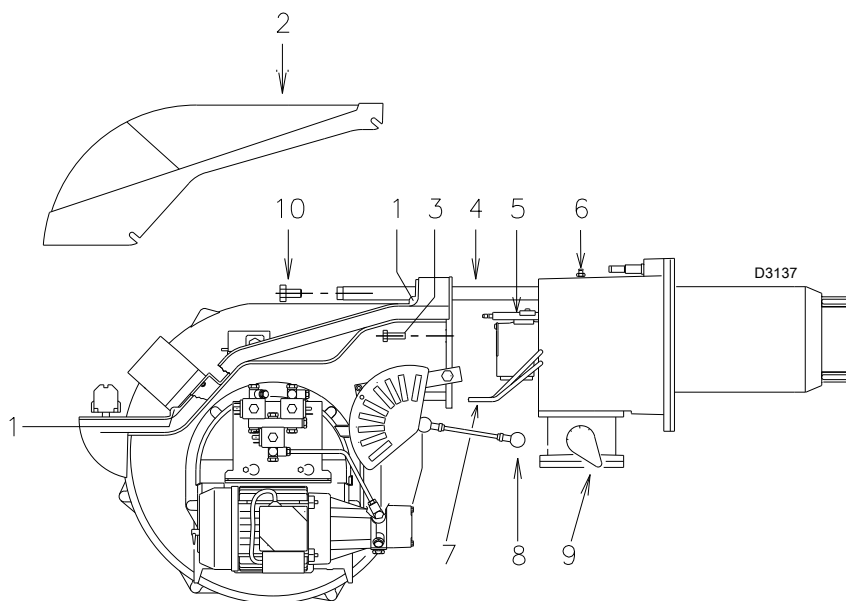

图 44
- ▶ 松开螺丝 1)，取下保护罩 2) (图 44)；
- ▶ 断开轻油管路 7) (图 44)。
- ▶ 拆下螺丝 3)，将燃烧器沿滑轨 4) (图 44) 向后拉出约 100mm。
- 此时，在拆下螺丝 6) (图 44) 后可以取出内部部件 5)。